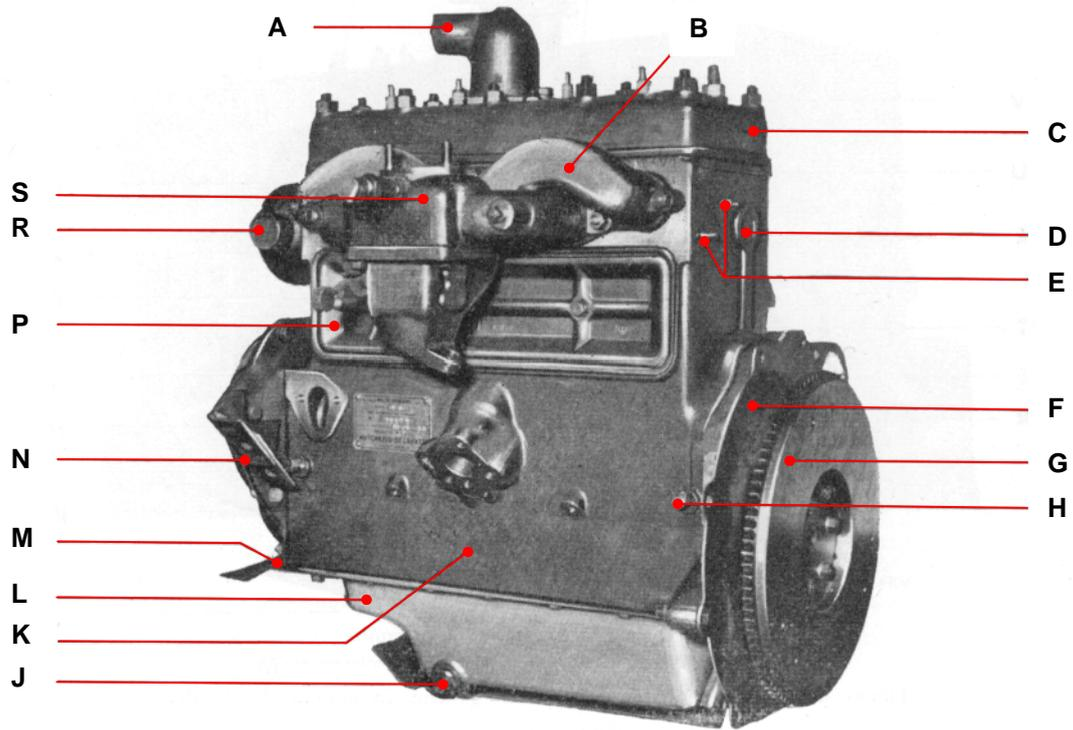

FIGURE 8. – Vue de trois-quarts arrière du moteur déshabillé.
B. – Dépose de la tubulure d'admission et du collecteur d'échappement (fig. 8).
C. – Dépose du coude de sortie d'eau (fig. 8).
D. – Dépose du disque d'embrayage (fig. 8).
E. – Dépose du volant (fig. 8).